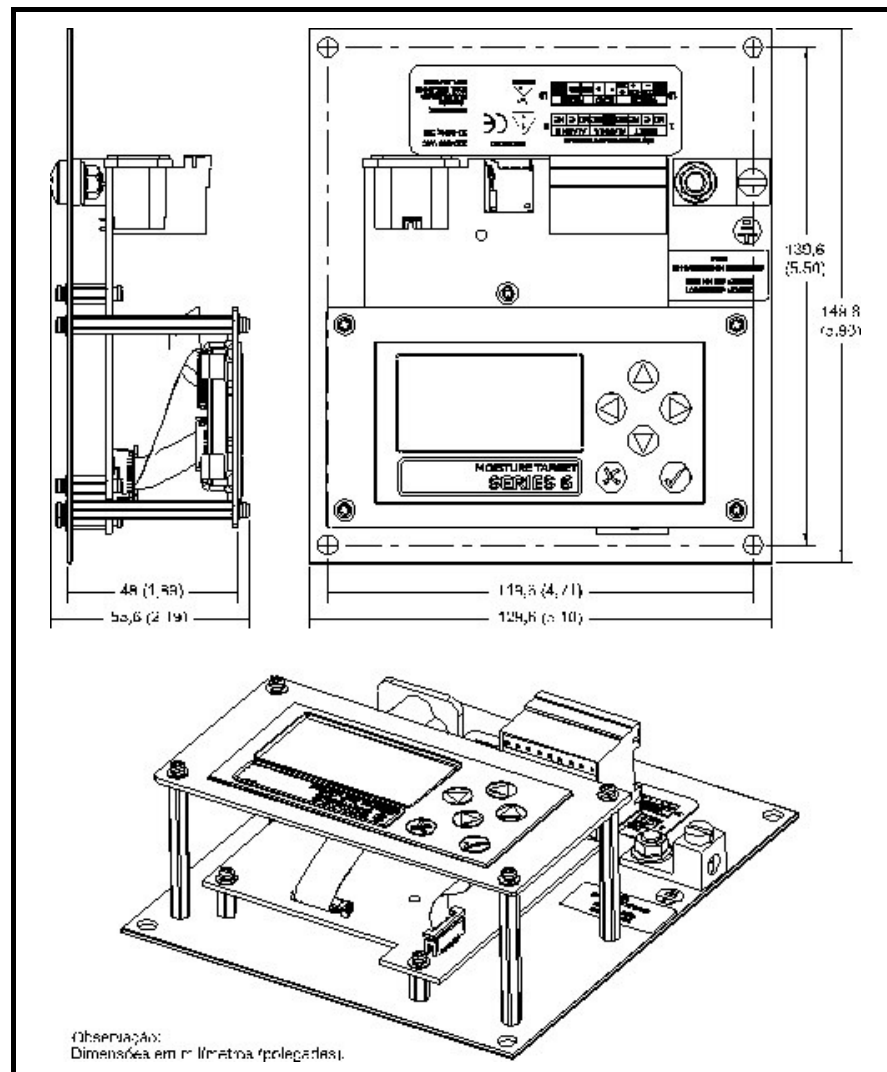

Figura 66: Esquema de Pacote sem Compartimentos (desenho ref. 712-1687)
1. Monte o pacote em um painel com compartimentos onde não haja fios com tensão expostos. Consulte Figura 66 para as dimensões dos esquemas.